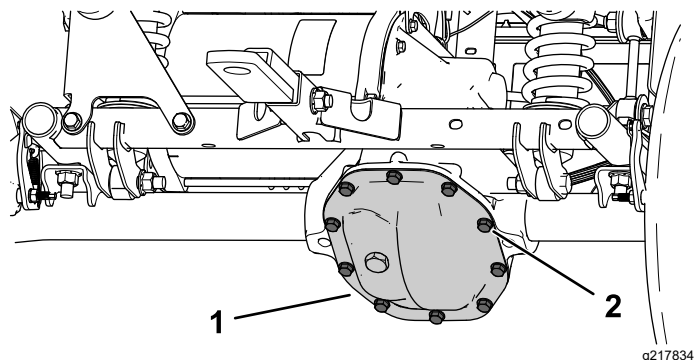

Figura 48
1. Coloque un recipiente de vaciado debajo de la cubierta del transeje (Figura 48).
2. Retire los pernos de la cubierta del transeje y vacíe el fluido completamente (Figura 48).